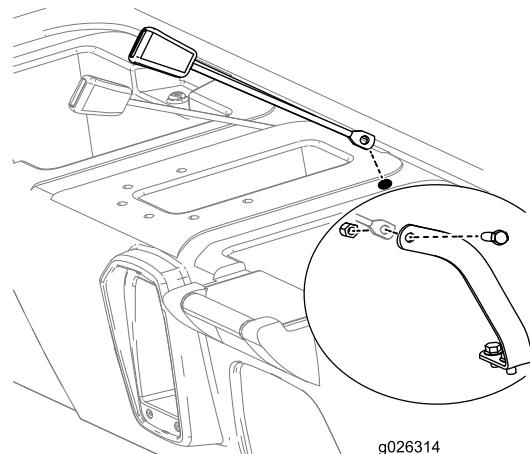

图10
8. 将各个安全带锁定组件插口端的安装侧插入座椅底座上新钻出的孔内（图10）。
9. 如图10所示，用螺栓 (7/16 英寸) 和螺母 (7/16 英寸) 将各个安全带总成的插口端安装到各个安全带锚栓上。